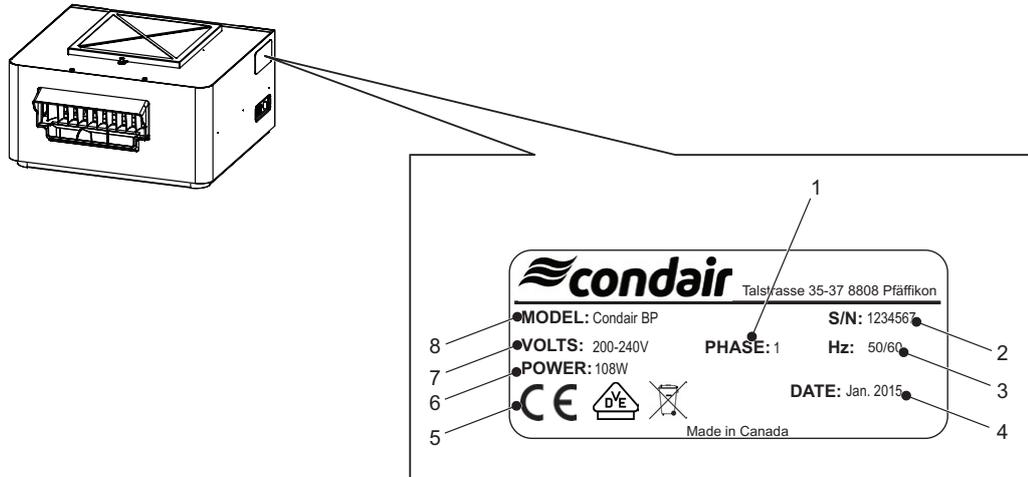

Bild 2: Typenschild Condair Ventilationsgerät
- Prüfen Sie den Modelltyp auf dem Typenschild, um sicherzustellen, dass er für Ihre Installation geeignet ist. Siehe Bild 2 auf Seite 11.
Auf dem Typenschild an der Seite des Ventilationsgeräts sind der Modelltyp, die Seriennummer und andere Angaben zum Typ enthalten. Siehe Bild 2.
- Die vor Ort vorhandene Spannung und Phase der Stromversorgung entspricht muss den auf dem Typenschild angegebenen Anforderungen für das Ventilationsgerät entsprechen. Siehe *Bild 2* auf Seite 11.